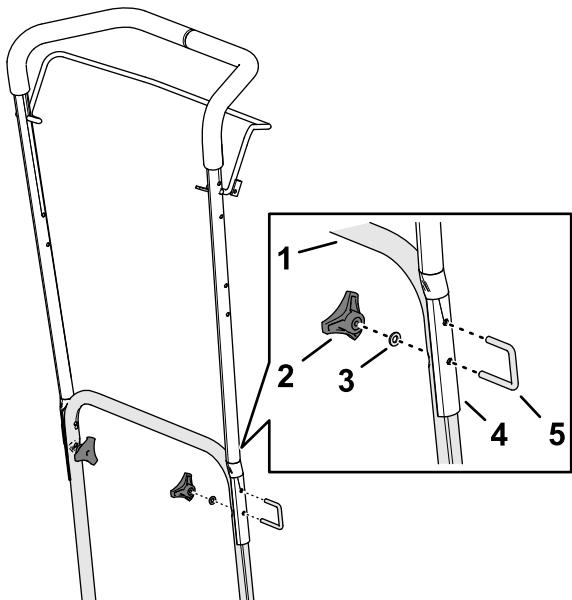

Bild 8
- Fluchten Sie die Löcher im oberen Holm mit den Löchern im unteren Holm aus (Bild 8).